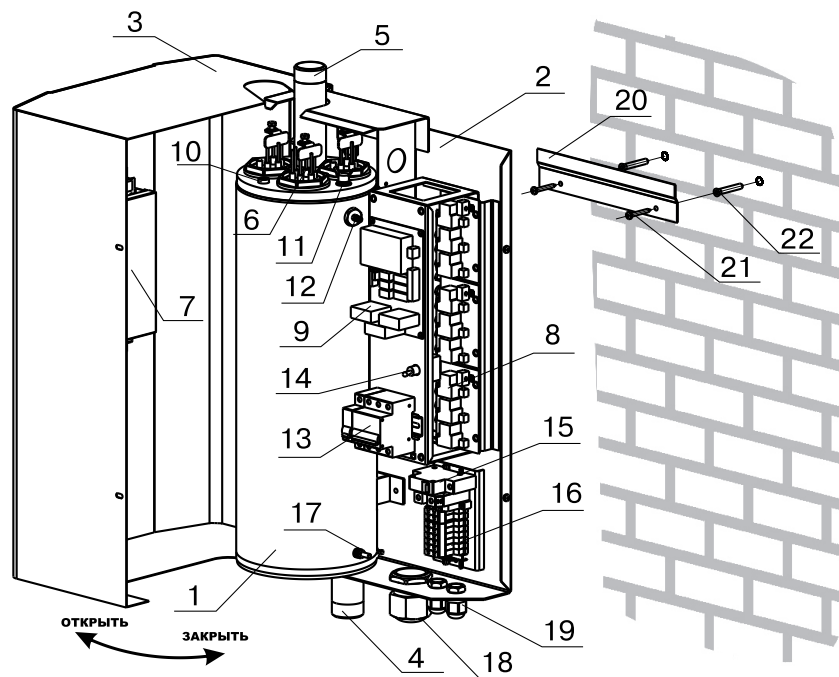

Рис. 1. Конструкция водонагревателя и способ его крепления к стене
5.1. Электроводонагреватель (Рис.1) состоит из корпуса (1) сварной конструкции с фланцами, патрубком входа воды (4) и патрубком выхода воды (5) имеющих резьбу G1 1/2-B. В верхней части корпуса установлены три блока нагревательных элементов (6), датчик температуры воды (10), датчик перегрева (11) и датчик уровня воды (12). Корпус установлен на основании (2). Защитный кожух (3) выполнен из стального листа и служит для защиты обслуживающего персонала от ожогов и поражения электрическим током. Кожух подвешен на основании при помощи механизма, который позволяет не снимая кожух с электроводонагревателя, открывать и закрывать его в направлении, указанном на Рис.3. При необходимости кожух можно легко снять с основания. Для этого необходимо отсоединить два разъема от блока управления (7), установленного на передней стенке кожуха (3), и приподнять кожух до разъединения его с основанием. Установка кожуха производится в обратном порядке. В закрытом состоянии кожух фиксируется на основании с помощью четырех винтов.
- Закрепить кронштейн крепления на вертикальной поверхности в необходимом месте с помощью шурупов, входящих в комплект и установить на него водонагреватель как показано на Рис.1.
- Открыть кожух (3) как показано на Рис.1, предварительно выкрутив четыре винта крепления кожуха;
- Для установки дополнительного модуля-GSM необходимо снять блок управления (7) с кожуха водонагревателя (3), снять крышку с блока управления и установить на ее место крышку с платой модуля-GSM, предварительно подключив кабель управления модулем к разъему XS4 на плате блока управления. Далее необходимо установить SIM-карту в модуль, установить на место блок управления и присоединить антенну к разъему модуля-GSM. Провод от антенны необходимо пропустить в кабельный ввод (19).
- Закрыть кожух (3) как показано на Рис.1 и закрутить винты крепления.